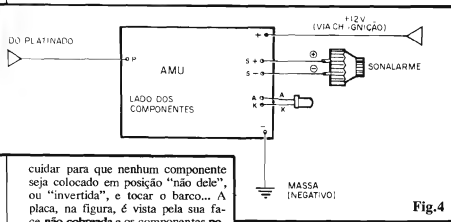

Fig.4
- **FIG. 4 - CONEXÕES EXTERNAS À PLACA** - Poucas e simples (porém todas **importantes**...) e quase todas **polarizadas**, exigindo assim uma boa dose da boa e velha... ATENÇÃO! A polaridade da alimentação (aos pontos "+" e "-") deve ser cuidadosamente observada, de preferência usando-se fio **vermelho** para o **positivo** e **preto** para o **negativo**. O sinalizador piezo ("SONALARME") também tem terminais polarizados, cuja conexão aos respectivos pontos da placa deve ser feita "respeitosamente"... Quanto ao LED, como sempre é fundamental identificar e conhecer seus terminais de **anodo** (A) e **catodo** (K), ligando-os aos identificados pontos da placa... O